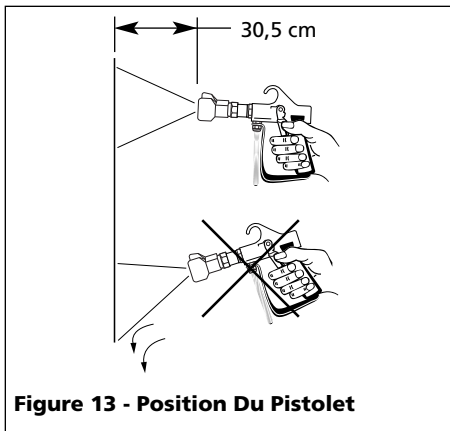
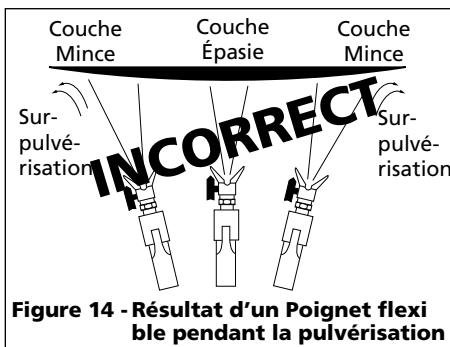

Figure 13 - Position Du Pistolet
Figure 14 - Résultat d'un Poignet flexible pendant la pulvérisation
1. **Tenir le pistolet perpendiculaire à la surface.** Toujours tenir le pistolet perpendiculaire à la surface avec la buse approximativement 30,5 cm de la surface. Si le pistolet est à un angle (du haut au bas ou de bord à bord), la peinture peut s'accumuler de manière inégale, tacher le travail, et peut causer la surpulvérisation excessive (Voir Figure 13).
Diriger le pistolet à un rythme égal et régulier en tenant le pistolet perpendiculaire à la surface (Voir Figures 13 & 14). Ne pas éventer le pistolet, ceci peut avoir comme résultat la surpulvérisation excessive et la peinture inégale (Voir Figure 14).